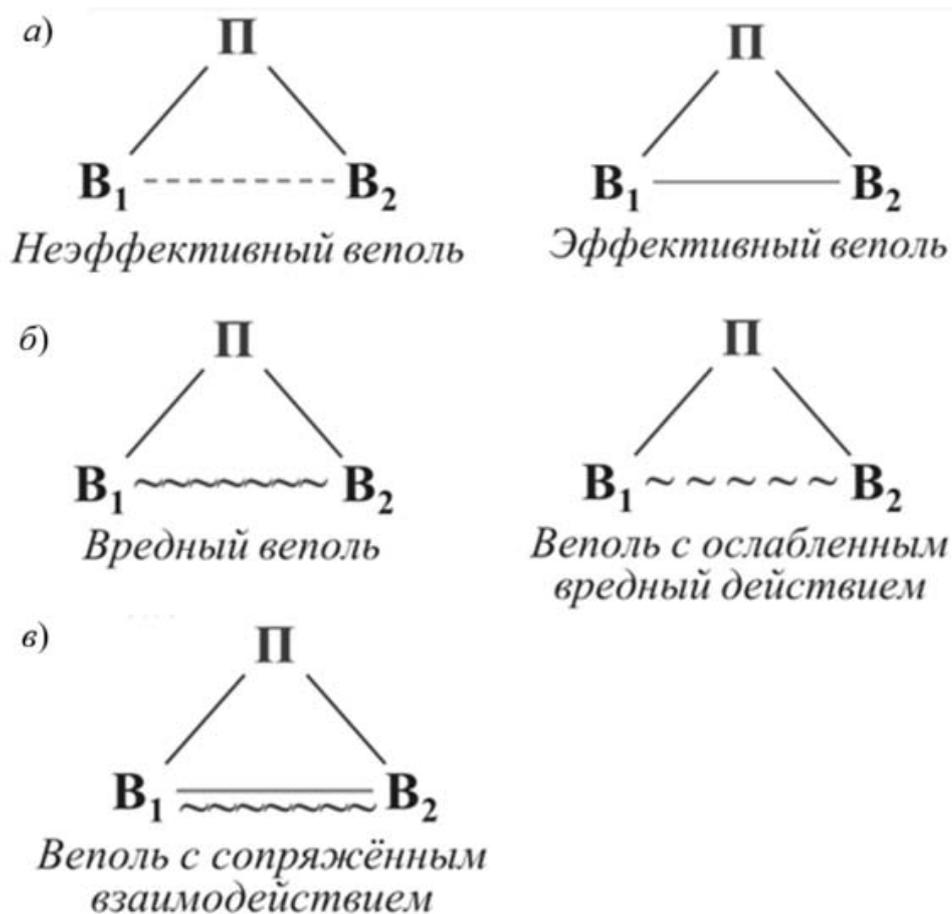

Рисунок 5.2 – Виды веполей по взаимодействию между элементами
- 1) полезные с неэффективным (ослабленным) и эффективным взаимодействием (рисунок 5.2, *а*);
- 2) вредные (рисунок 5.2, *б*);
- 3) с сопряженным взаимодействием (рисунок 5.2, *в*).